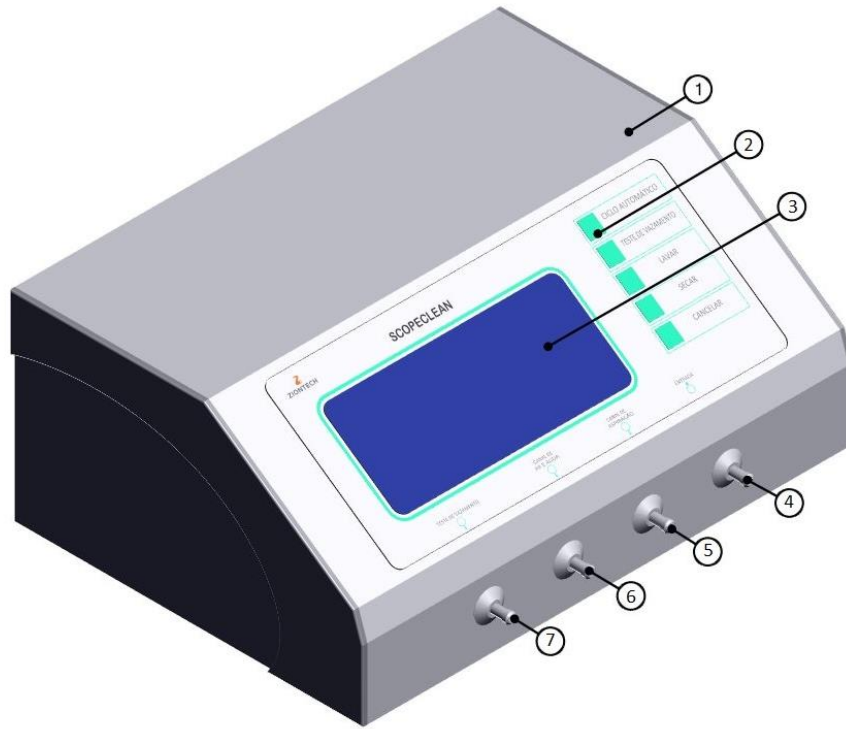

Figura 1. Painel frontal Scopeclean
3. Retire o Kit de Mangueiras da embalagem, conecte primeiramente a mangueira com filtro encaixado na Conexão de Entrada (Ver item 4 da Figura 1).
4. Conecte as mangueiras restantes nas entradas conforme os itens 5, 6 e 7 da Figura 1.
Após a inicialização, o usuário deverá selecionar a função desejada através do teclado na lateral do painel (Ver item 2 da Figura 1).